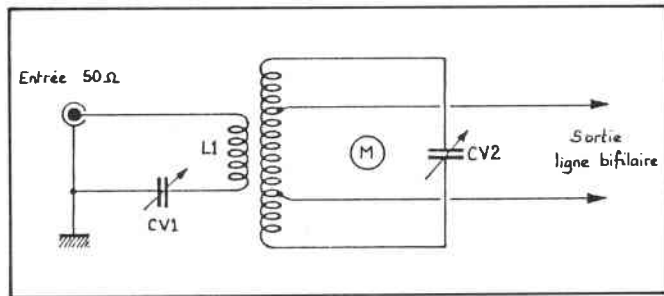

Figure 3.
2 - La zone (M) indiquant une moyenne impédance, on ne prend entre M et N que 2/3 à 1/2 des spires, au centre du secondaire (figure 3) ;